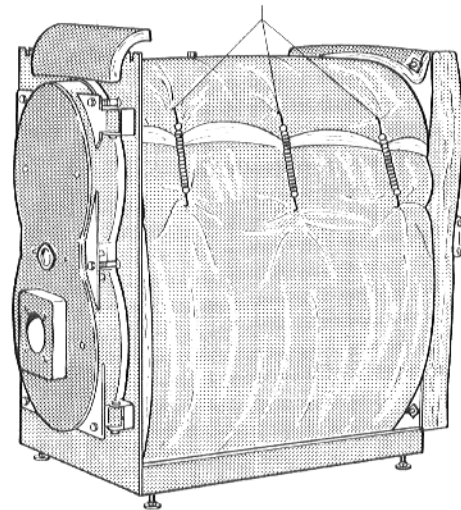

Fig. 6
- Spingere il materassino termoisolante sotto il corpo della caldaia ed avvolgerlo intorno al corpo della caldaia (Fig. 6).
- Fissare il materassino termoisolante con 3 molle di fissaggio (Fig. 6).
- Applicare le strisce termoisolanti sul pannello anteriore della caldaia (Fig. 6).